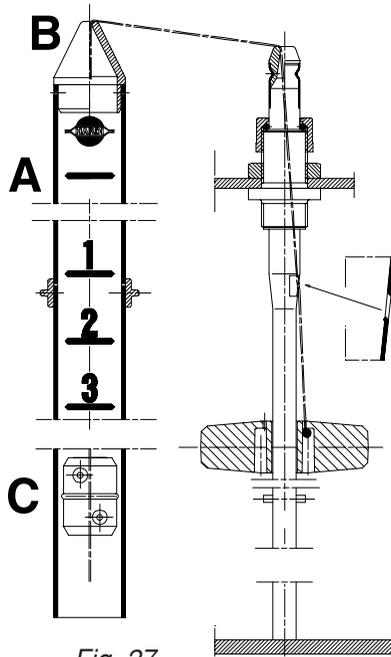

Fig. 27
L'indicateur de niveau devrait être vérifié régulièrement. Quand le réservoir est vide, le flotteur devrait reposer sur la cheville d'arrêt de la tige et le joint torique de l'indicateur devrait être positionné sur la ligne (A) (Fig. 27) de la position supérieure.
Si toute déviation est découverte, retirez le bouchon (B) (Fig. 27), desserrez les vis (C) (Fig. 27) et réglez la longueur de la corde.